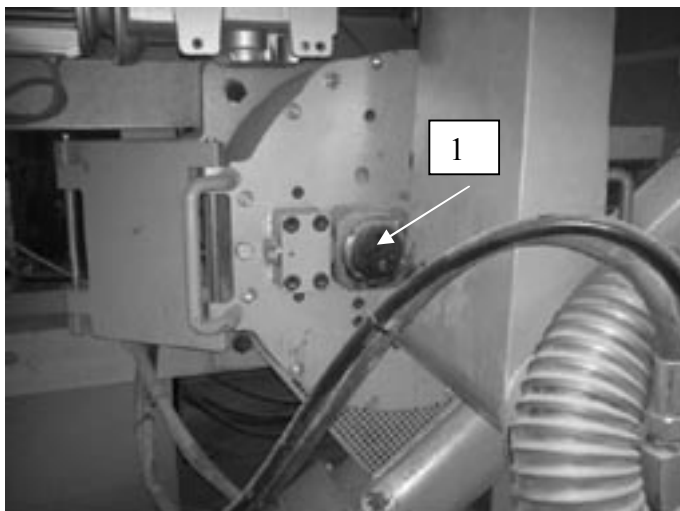

Рисунок 14
Функции панели управления описаны в п.1 Структура экрана показана на рис.14.
- валик, прижимающий матрицу (по крайней мере каждые 8 часов работы) рисунок 14.